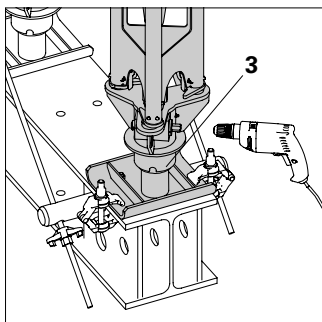

Fig. A4.01
2. Sænk gradvist HD Støtterne en efter en i mm-intervaller (ca. 10 omdrejninger) med fodstykket (3). (Fig. A4.01)